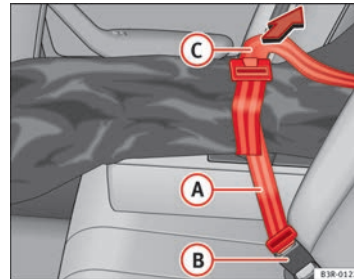

Abb. 116 Sicherung des Durchladesacks am mittleren Gurtschloss der Rücksitzbank
- Den Sicherungsgurt (A) ⇒ Abb. 116 des Sackes in das mittlere Gurtschloss (B) stecken.
- Ziehen Sie den Sicherungsgurt am freien Gurtende (C) straff.